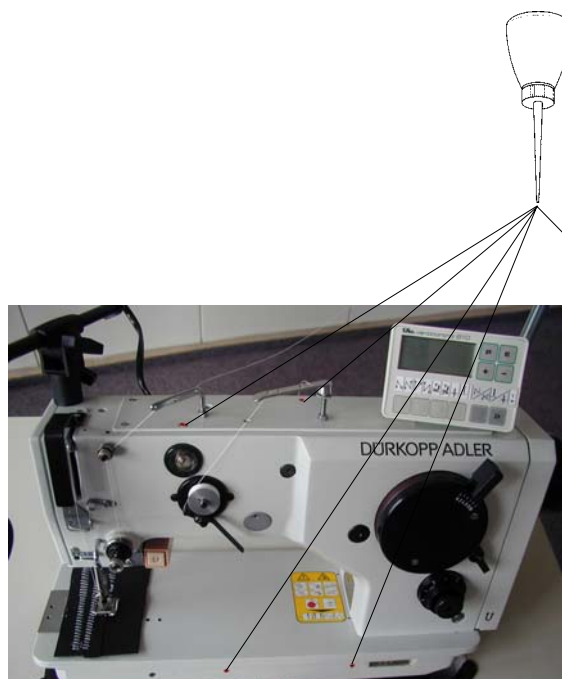

Abb. 12
Zur Schmierung der Maschine verwenden Sie das Öl Esso SP-NK 10 oder ein anderes Öl derselben Qualität (Viskosität bei 40° C: 10 mm2/s; Entflammungspunkt: 150° C). Vor dem Nähanfang tropfen Sie jeden Tag einen Tropfen Öl in die Löcher ein, die auf der Maschine mit roter Farbe bezeichnet sind, siehe Abb. 12, 13. Kontrollieren Sie besonders den Ölstand im Ölstandzeiger (1) zum Schmieren des Greifers. Füllen Sie Öl durch Loch (2) über dem Ölstandzeiger nach nur, wenn der Ölstand zu viel unter die Mitte des Ölstandzeigers sinkt.